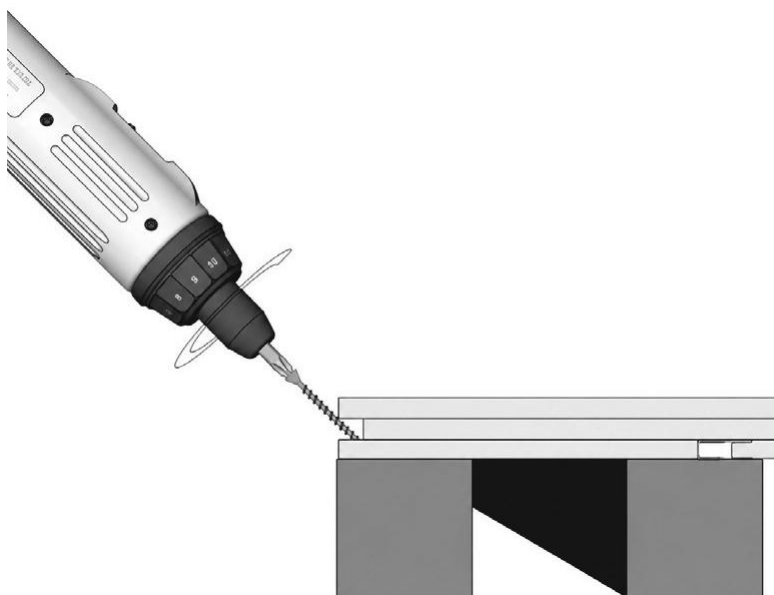

FIG. 16 - CANTO INFERIOR EXTERIOR ATORNILLADO EN ÁNGULO
- 01 Con la tabla de la cenefa perimetral en su sitio, atornille en ángulo a través de su canto inferior exterior, fijándola al rastrel (fig. 16). Perfore previamente agujeros guía en las tablas de tarima 2 mm más anchos que el vástago del tornillo; no apriete en exceso los tornillos en las tablas de tarima, para evitar que el material se agriete.